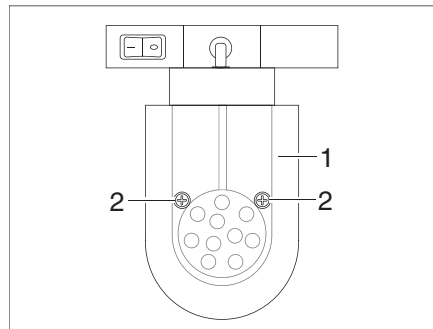

Fig. 313 Spot DEL (coulissant)
- Desserrer les vis de fixation (Fig. 313,2).
- Retirer prudemment le verre de lampe (Fig. 313,1).